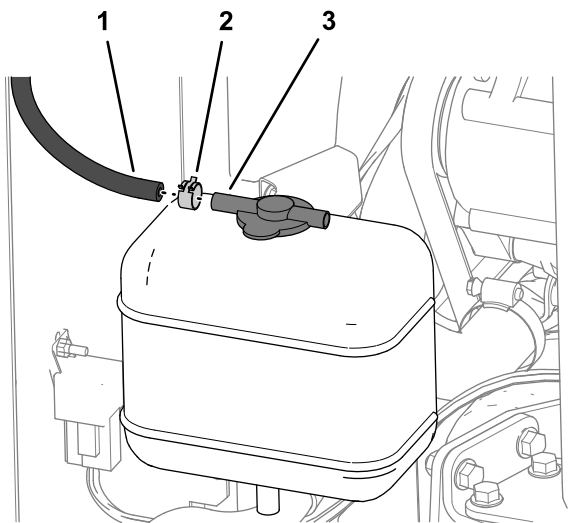

Bild 54
2. Montieren Sie den Schlauch - 8 mm x 254 mm - mit einer kleinen Schlauchklemme (Bild 54) auf den längeren Schlauchstutzen des Deckels für den Kühlmittel-Überlaufbehälter.
1. Richten Sie die Armaturenbrett-Abdeckung über dem Armaturenbrett aus und senken Sie die Abdeckung ab (**Bild 54**).